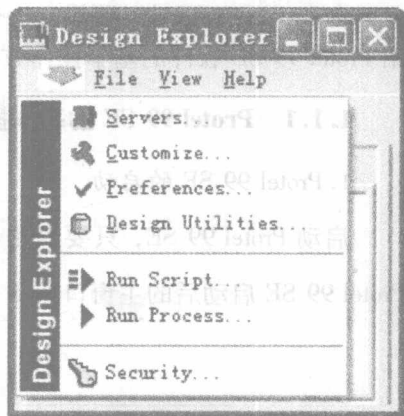

图 1-1-2 设计浏览器设置菜单
还有一个“设计浏览器主菜单”，单击该按钮即可出现如图 1-1-2 所示的子菜单，用于设置 Protel 99 SE 的一些系统参数。在设计浏览器设置菜单中，我们可以设置操作环境、设定密码、设置显示字体、设置自动保存时间、自定义快捷键等。
1) 单击图 1-1-2 中的 ☒ Preferences... 选项按钮弹出“系统参数的设置”对话框如图 1-1-3 所示。